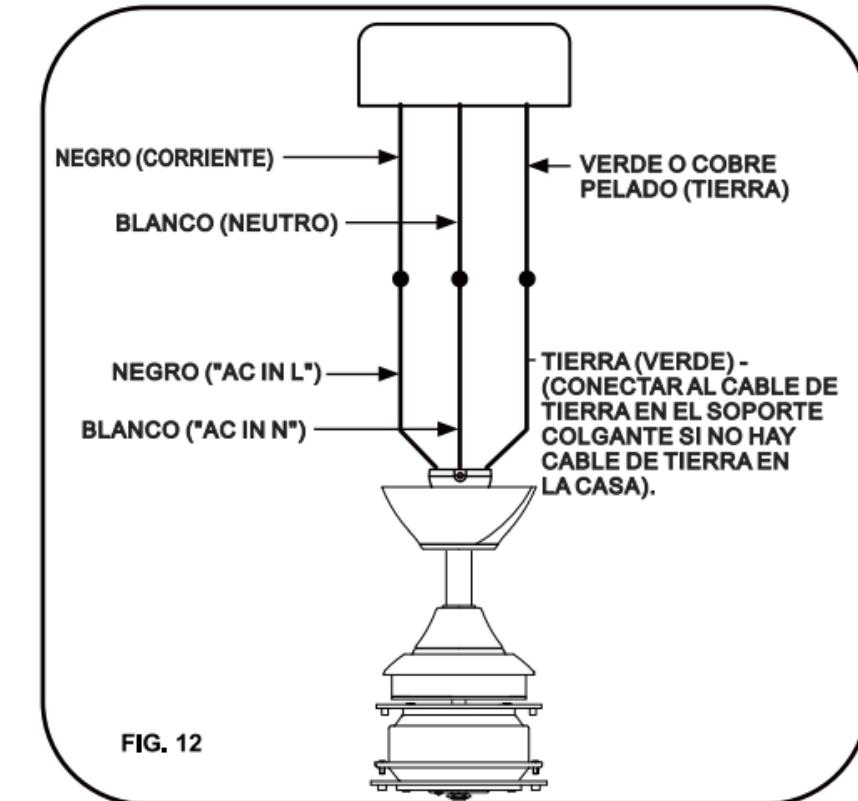

FIG. 12
Paso 1. Conexiones eléctricas de los cables de suministro del motor a la casa: conecte el cable BLANCO (neutro) de la caja de distribución al cable BLANCO marcado 'AC in N' del motor. Conecte el cable NEGRO (corriente) de la caja de distribución al cable NEGRO marcado 'AC in L' del motor. Fije todas las conexiones con las tuercas de plástico incluidas. (Fig. 12)
Paso 2. Si su caja de distribución tiene un cable a TIERRA (verde o cobre pelado) conecte este cable a los cables de Tierra de la esfera de suspensión y el soporte de suspensión. Si su caja de distribución no tiene un cable a tierra, una los cables de la esfera de suspensión y del soporte de suspensión de tierra. Fije la conexión con la tuerca de plástico incluida. (Fig. 12)